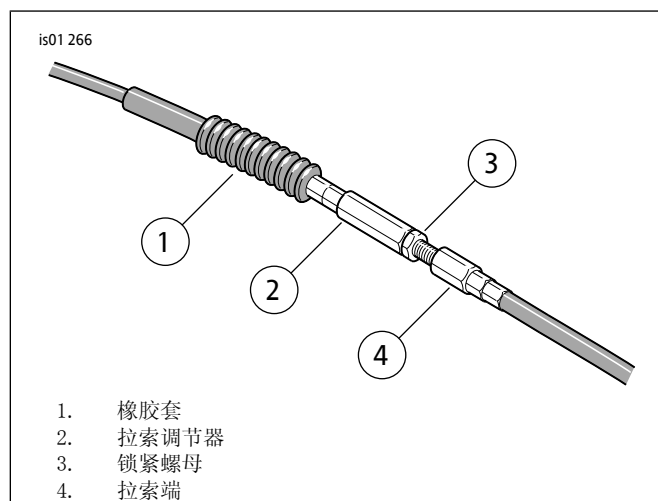

图3。松开离合器调节器
- 参见图3。松开离合器调节器，执行以下步骤使离合器拉索完全松弛：
- 参见图3。转动拉索调节器(2)使其离开锁紧螺母(3)，直至手杆处不再松弛。
- c. 参见图3。使用1/2英寸扳手固定拉索调节器(2)。使用9/16英寸扳手将锁紧螺母(3)拧紧至调节器。